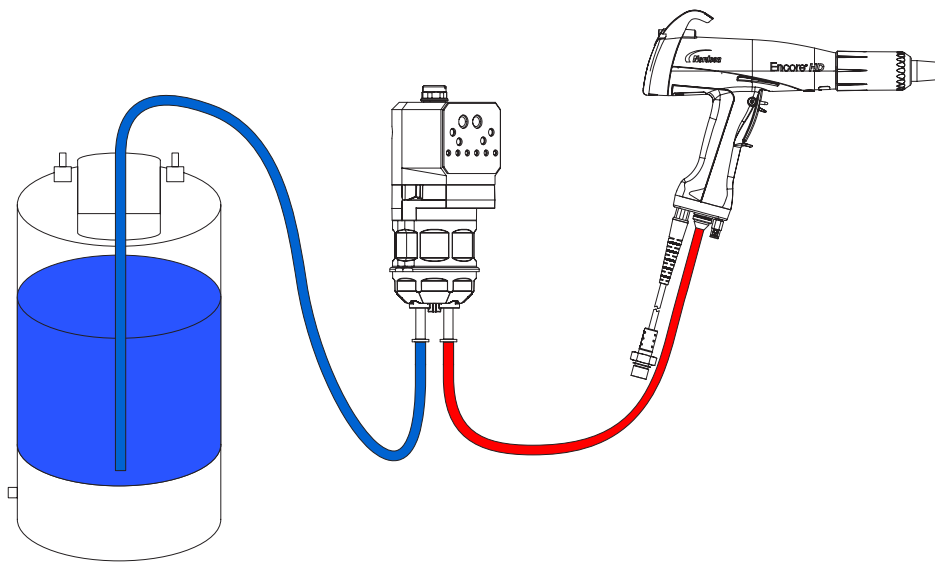

Рис. 13 Присоединение шлангов
1. Присоединить всасывающий шланг, как показано на Рис. 13.